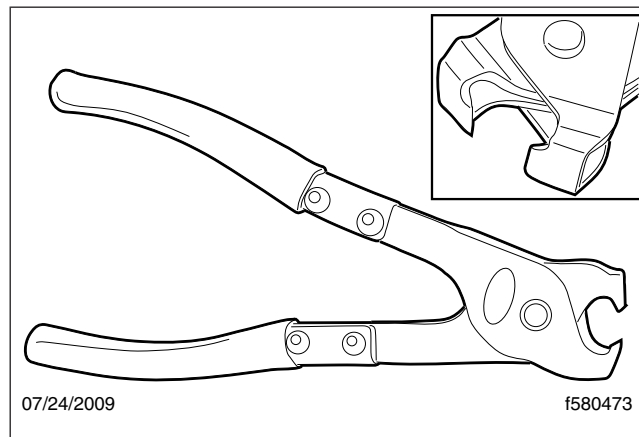
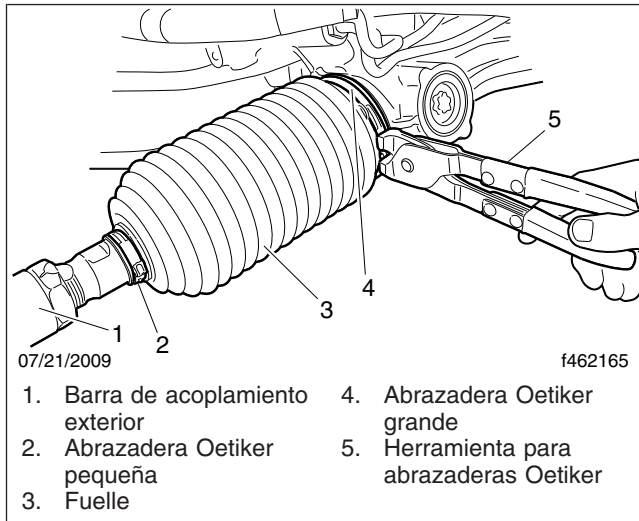
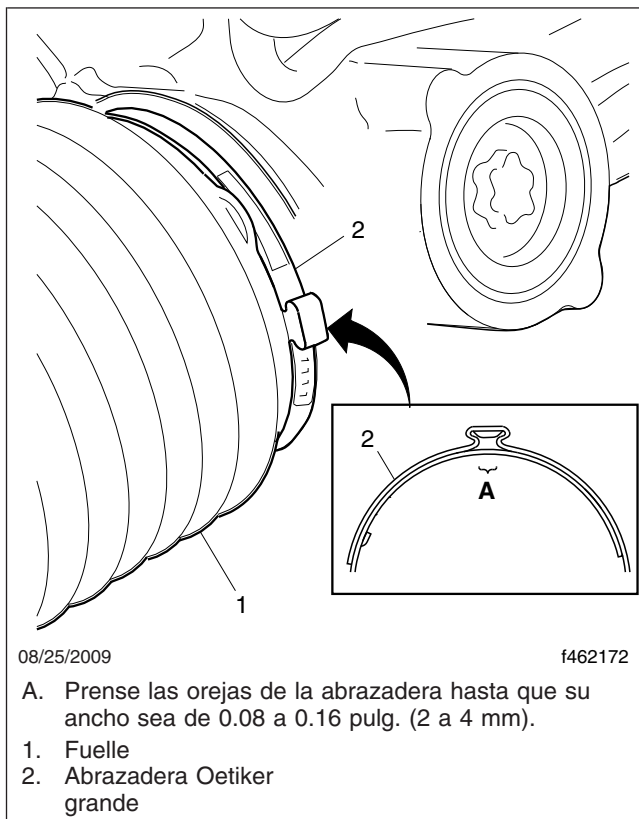

Figura 8, Abrazadera Oetiker, N.º de pieza 14100037 o 14100082
Figura 9, Instalación de abrazaderas Oetiker
Figura 10, Ancho de las orejas de las abrazaderas Oetiker
- 14.3 Usando una herramienta de abrazaderas Oetiker como la que se ve en la Figura 8, preme las orejas de las abrazaderas Oetiker grande y pequeña hasta que el ancho de la oreja esté entre 0.08 y 0.16 pulgadas (2 y 4 mm). Vea la Figura 9 y la Figura 10.